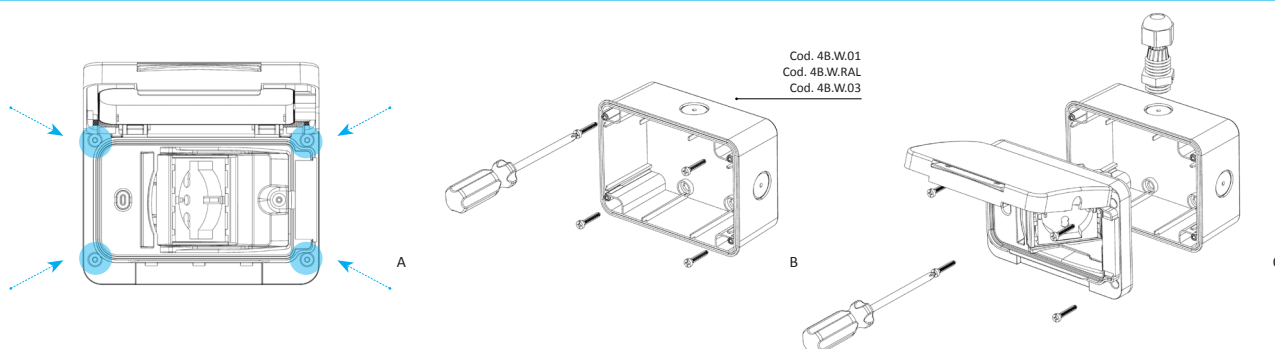

fig. 5
- Rimuovere la plastica preincisa nell'alloggiamento per le viti come indicato in fig. 5-A
- Fissare la scatola da parete IP67 (fig. 5-B)
- Avvitare WIDE alla scatola da parete. (fig. 5-C)
- Remove the pre-cut plastic covers from screw's housing, as shown in figure 5-A
- Fix the IP67 wall box (fig. 5-B)